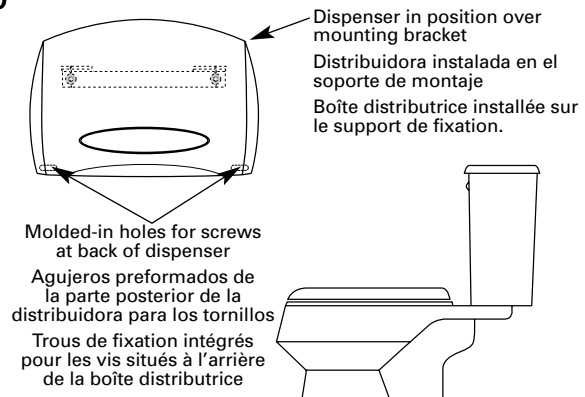

FIGURA 2
2. Instale la distribuidora en el soporte acoplando las depresiones de la parte posterior de la distribuidora a las dos pestañas salientes de la parte superior del soporte. Empuje firmemente hacia abajo para asegurarse que la distribuidora haya quedado firmemente asentada en el soporte **(Figura 2)**.
4. Fije la parte inferior de la distribuidora a la pared atornillándola a través de los agujeros perforados que se encuentran en las esquinas inferior izquierda e inferior derecha de la parte posterior de la distribuidora **(Figura 2)**.